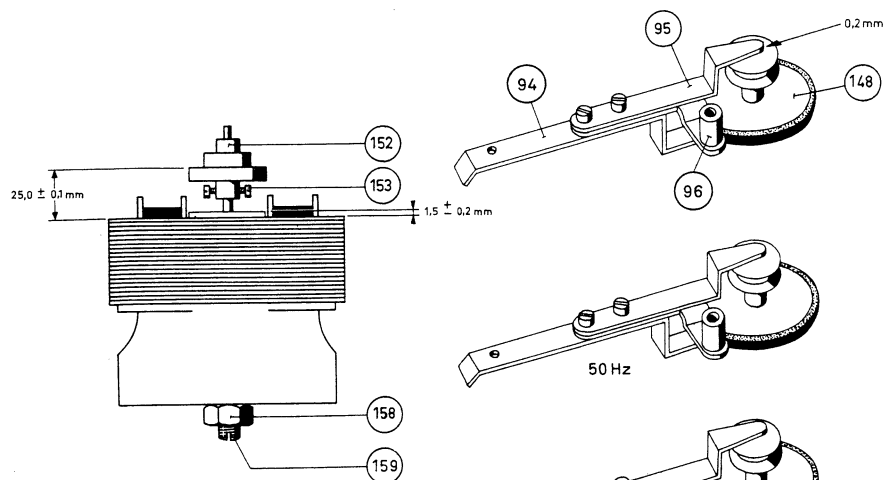

Bild 3
Die zwei Schrauben 153, die den Pulley 152 auf der Motorachse halten, losdrehen, den Pulley abnehmen (Bild 3) und Pulley 60 Hz (WT 479 47) einbauen.
- 1) Die Höhe des Pulleys 152 auf der Motorachse ist so einzustellen, dass das Gummizwischenrad 175 auf der Mitte der einzelnen Abstufungen läuft. Der Rotor des Motors soll $1,5 \pm 0,2$ mm über das Statorpaket ragen. Die Rotorhöhe ist durch die Stellschraube 159 einzustellen (Bild 3).